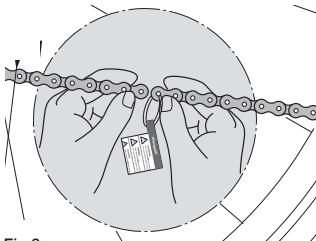

Fig.2
**IMPORTANTE!** Eseguite tutte le seguenti operazioni e troncate le maglie in eccesso dal lato della catena opposto a quella esterna riportante la fascetta in plastica e l'etichetta adesiva "Warning!" (Fig. 2).